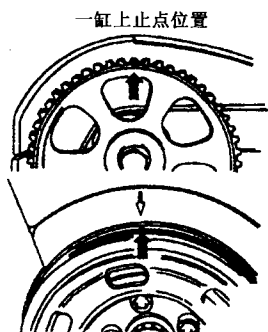

图 1.18 一缸位于上止点位置正时标记
- (1) 拆下正时带罩, 拆卸正时带前, 应在皮带上做出旋转方向标记。
- (2) 转动曲轴, 使第一缸活塞处于上止点位置, 如图 1.18 所示。